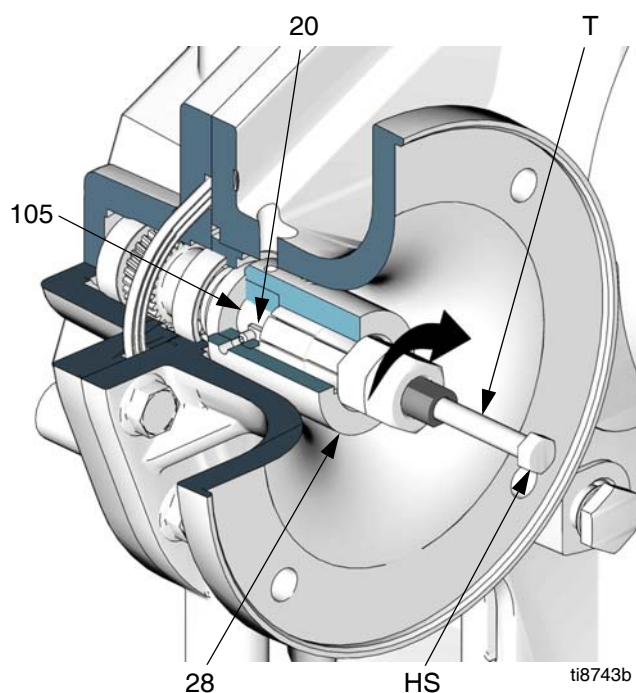

FIG. 24. Démontage du coupleur du moteur
4. Consultez la FIG. 24. Desserrez les deux vis sans tête (31). Insérez l'extracteur de coupleur (T) dans le coupleur (28). Tournez l'écrou dans le sens horaire jusqu'à ce qu'il soit serré, puis retirez l'axe d'entrée du démultiplicateur (105) en tournant la vis à tête hex (HS) dans le sens horaire.
REMARQUE : Pendant la procédure suivante, si le coupleur se sépare de l'axe du moteur mais reste bloqué sur l'axe d'entrée, utilisez l'outil 15J827 de dépose de coupleur (T) comme indiqué dans la FIG. 24.